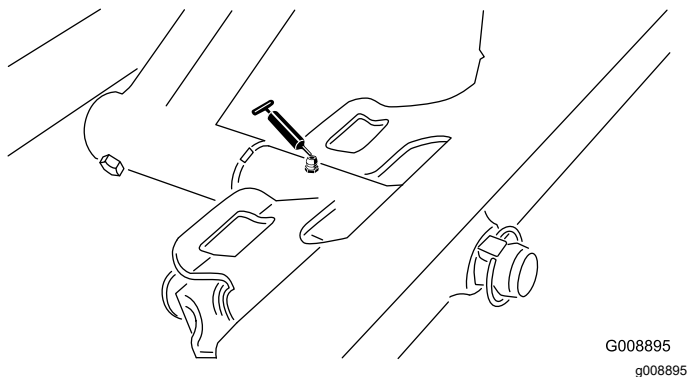

Figure 38
- Pivot de plateau de coupe avant (Figure 38)